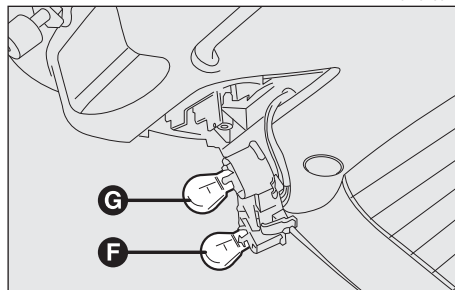

fig. 50
– Rimuovere e sostituire la lampada interessata (di tipo sferico con innesto a baionetta) premendola leggermente e ruotandola in senso antiorario (**fig. 50**):